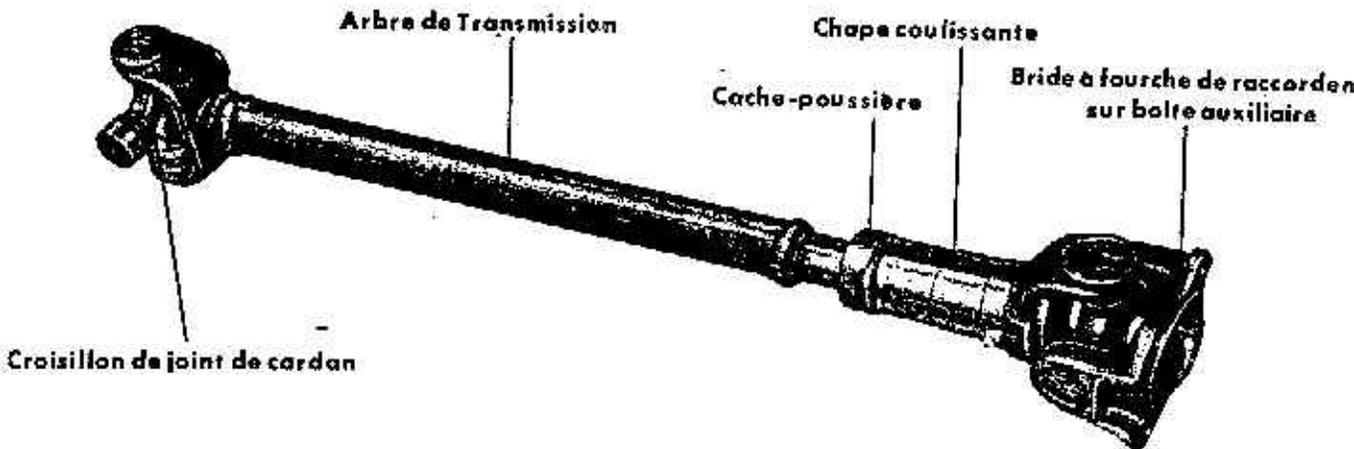

FIGURE 31. — Arbre de transmission arrière.
1) Enlever la bride à fourche (fig. 31).